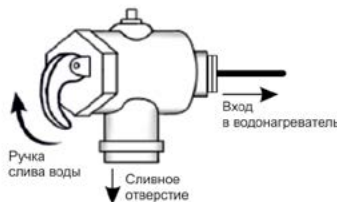

Рис. 6
- нажать до щелчка кнопку 1, расположенную на комбинированном термостате, рис. 6.;